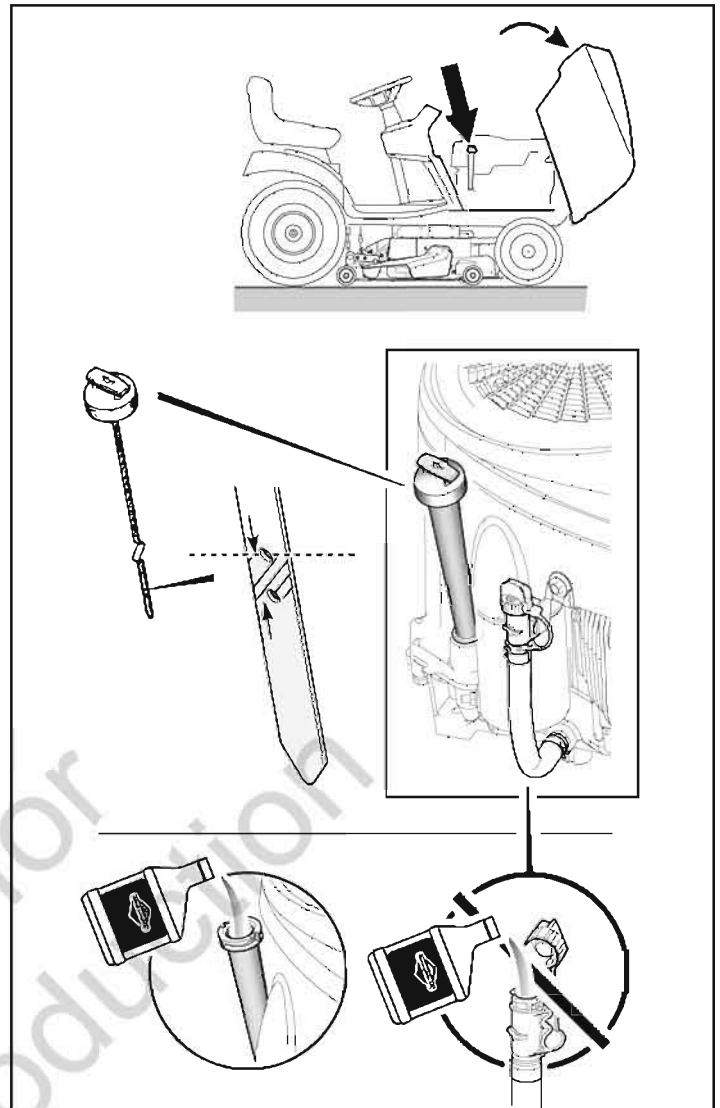

Рисунок 5
3. Извлеките масляный щуп и вытрите его чистой тряпкой (см. рис. 5).